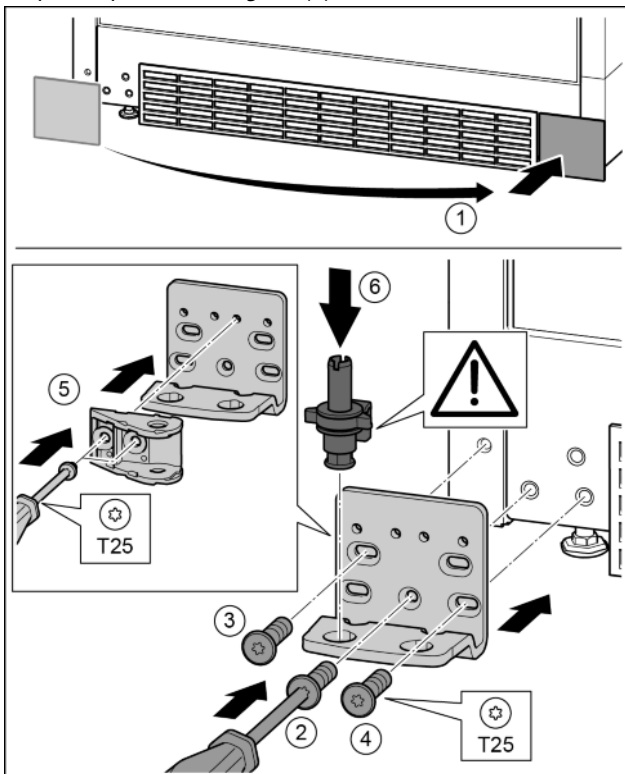

Fig. 29
- ▶ Зніміть кришку та встановіть її з іншого боку. *Fig. 29 (1)*
- ▶ Встановіть опорний кронштейн з іншого боку і закріпіть гвинтами за допомогою викрутки T25. Почніть із гвинта 2 знизу посередині. *Fig. 29 (2)*
- ▶ Закрутіть гвинти 3 та 4. *Fig. 29 (3, 4)*
- ▶ Поверніть з'єднувальний елемент демпфера на 180°. Пригвинтіть з іншого боку опорного кронштейна за допомогою викрутки T25. *Fig. 29 (5)*
- ▶ Вставте цілком опорний гвинт. При цьому виступ фіксатора повинен бути спрямований назад. *Fig. 29 (6)*